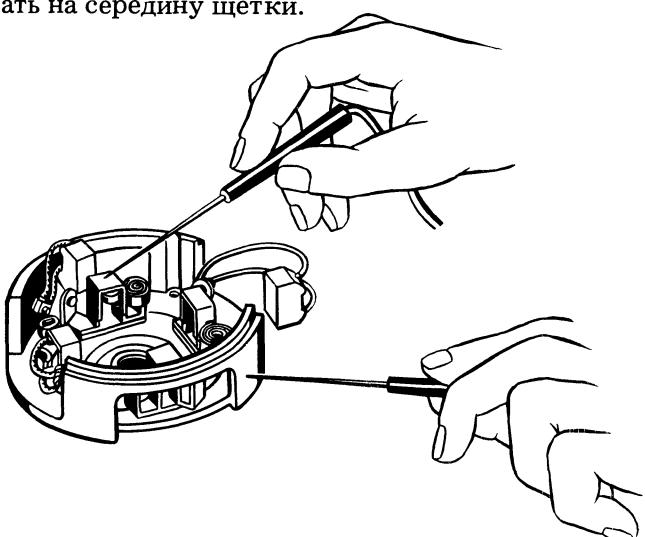

Рис. 214. Проверка изолированных щеткодержателей стартера на замыкание с корпусом
**Крышка со стороны привода.** С помощью прибора Э-236 или контрольной лампы проверить отсутствие замыкания изолированных щеткодержателей на корпус (рис. 214). В случае короткого замыкания следует заменить изоляционную прокладку и втулку заклепок щеткодержателя. Покачивание щеткодержателей не допускается. Щетки в щеткодержателях должны перемещаться свободно, без заеданий. Втулку крышки со стороны коллектора, в случае ее износа, заменить. Диаметр отверстия новой втулки после запрессовки и развертки должен быть  $14^{+0,035}$  мм с чистотой обработки 2,5. Щетки, изношенные до высоты 5 мм, следуют заменить.